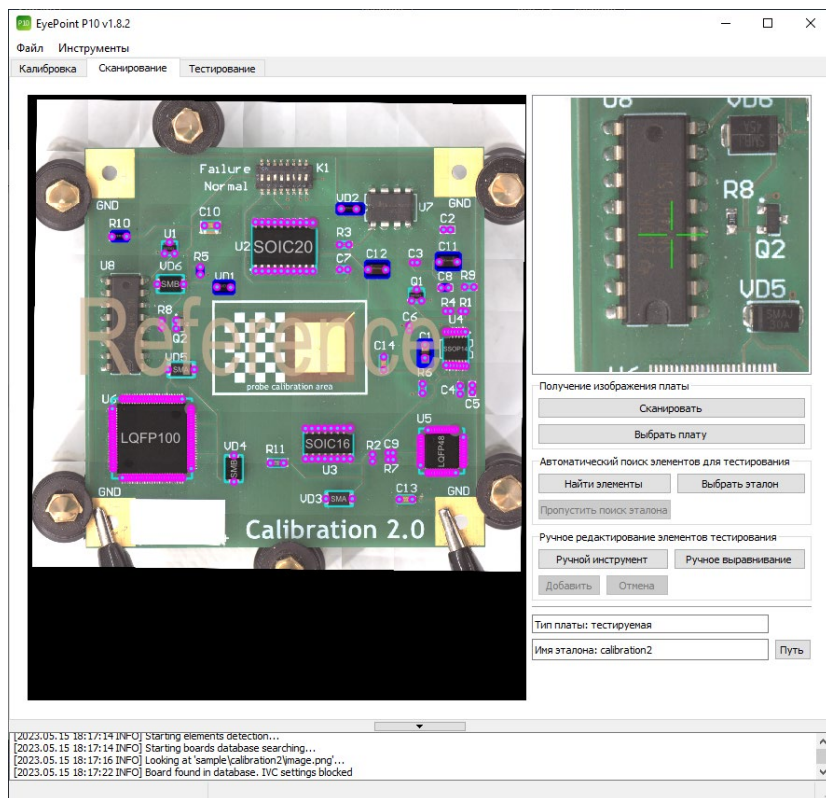

Рисунок 27. Подставленное изображение эталона с наложенными точками ПО EyePoint P10.
- 2.4. В рабочей зоне вкладки «Сканирование» покажется изображение платы эталона с наложенными на него точками и водяным знаком «Reference» (Рисунок 27).